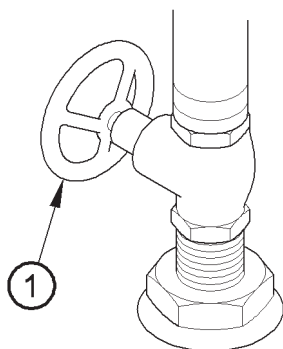

Figura 8
1. Accertarsi che la presa dell'acqua di mare sia chiusa (figura 8 voce 1 a titolo di esempio).